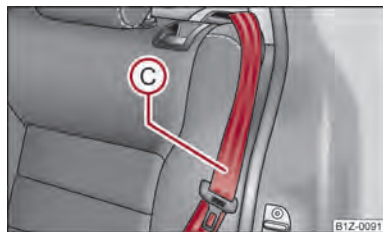

Fig. 48 Bloquear el respaldo de asiento
- Coloque el cinturón de seguridad lateral trasero (C) ⇒ fig. 48 detrás del borde del revestimiento lateral.